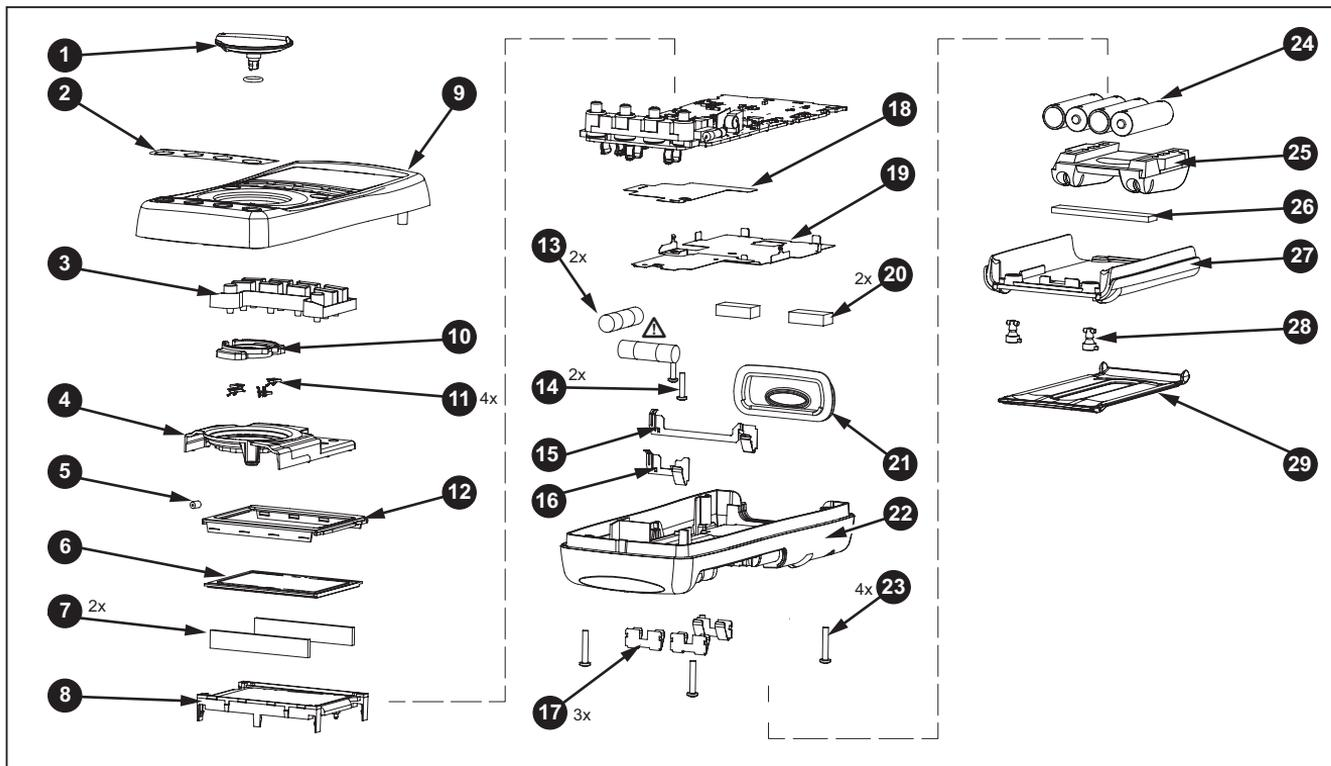

図 6.交換部品
- ヒューズが切れている場合は、次の手順に従ってヒューズを交換します。必要に応じて、図 6 を参照してください。
交換部品とアクセサリの一部を図 6 に示し、表 13 に一覧を記載しています。これ以外にも、フルークはさまざまな DMM アクセサリをご用意いたしております。カタログのご用命は最寄りのフルーク代理店までご連絡ください。